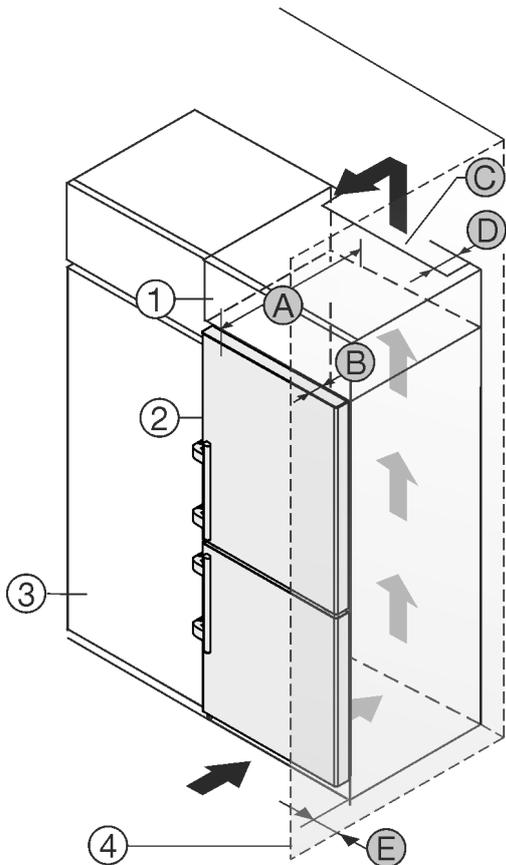

Fig. 50
Das Gerät kann mit Küchenschränken umbaut werden. Um das Gerät Fig. 50 (2) der Küchenzeilenhöhe anzugleichen, kann über dem Gerät ein Aufsatzschrank Fig. 50 (1) angebracht werden.
Das Gerät kann direkt neben dem Küchenschrank Fig. 50 (3) aufgestellt werden. Um die Tür vollständig öffnen zu können, muss das Gerät um die Tiefe Fig. 50 (B) gegenüber der Küchenschrankfront vorstehen. Abhängig von der Tiefe der Küchenschranke und Verwendung von Wandabstandshaltern kann das Gerät weiter herausragen.
- An der Rückseite des Aufsatzschrankes muss ein Abluftschacht mit der Tiefe Fig. 50 (D) über die gesamte Aufsatzschrankbreite vorhanden sein.
- Unter der Raumdecke muss der Entlüftungsquerschnitt Fig. 50 (C) eingehalten werden.
Wenn das Gerät mit den Scharnieren neben einer Wand Fig. 50 (4) aufgestellt wird, muss der Abstand Fig. 50 (E) zwischen Gerät und Wand eingehalten werden. Dies entspricht dem Griffüberstand bei geöffneter Tür.